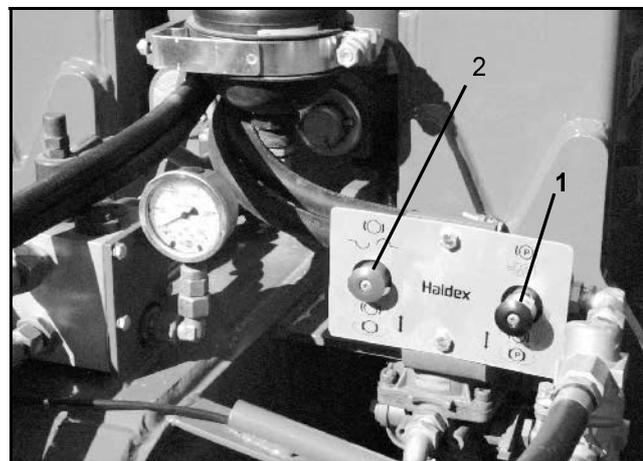

Fig. 14
- Desserrez le frein de parking (bouton noir) (Fig. 14/1).
- Le bouton rouge (Fig. 14/2) sert à desserrer le frein lorsque les flexibles de frein ne sont pas branchés (garer).